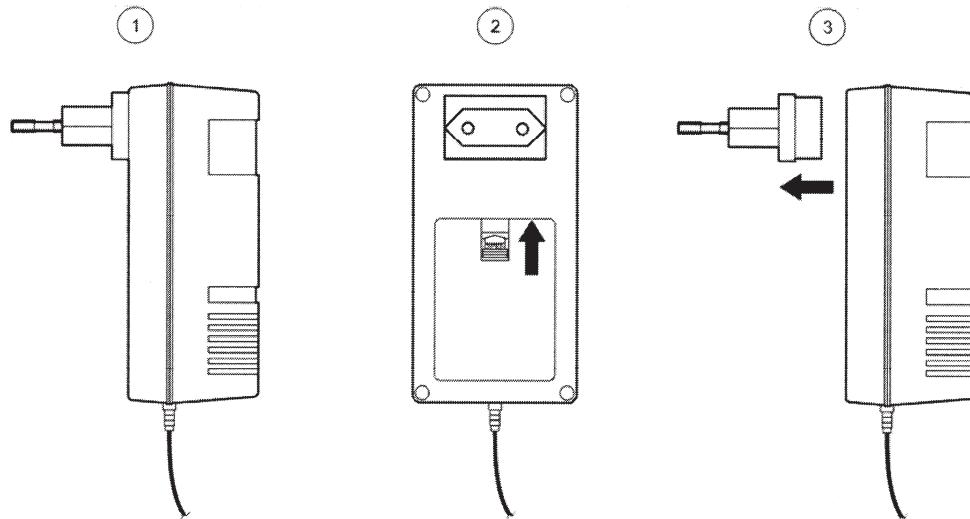

図3 アダプタの交換
1. 充電用 AC アダプタのスライドスイッチ(図3の②)を押して、プラグを取り外してください。(図3の③)